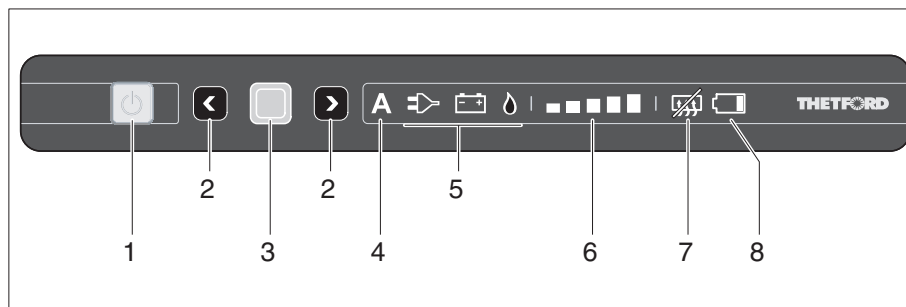

Bild 356 Reglage/knappar och indikeringsselement för kylskåpet (Thetford utan SES)
- Tryck på knappen (Bild 356,1). Knappen lyser grönt. Tryck på knappen igen för att visa de aktuella inställningarna.
- Tryck på knappen (Bild 356,1) och håll den inne. Alla lampor slocknar.
Om den automatiska driften väljs lyser indikeringen för automatisk drift (Bild 356,4) och den bästa tillgängliga källan (Bild 356,5) på manöverpanelen.
- Tryck på bekräftelseknappen (Bild 356,3) och håll den intryckt. Symbolerna för driftlägen (Bild 356,5) börjar blinka.
- Välj gasdrift med urvalsknapparna (Bild 356,2) och bekräfta valet med bekräftelseknappen (Bild 356,3).
- Välj 230 V-drift med urvalsknapparna (Bild 356,2) och bekräfta valet med bekräftelseknappen (Bild 356,3).
- Välj 12 V-drift med urvalsknapparna (Bild 356,2) och bekräfta valet med bekräftelseknappen (Bild 356,3).
- Tryck på bekräftelseknappen (Bild 356,3) igen. Kylnivåindikeringen (Bild 356,6) börjar blinka.
- Välj önskad kylnivå med urvalsknapparna (Bild 356,2) och bekräfta valet med bekräftelseknappen (Bild 356,3).